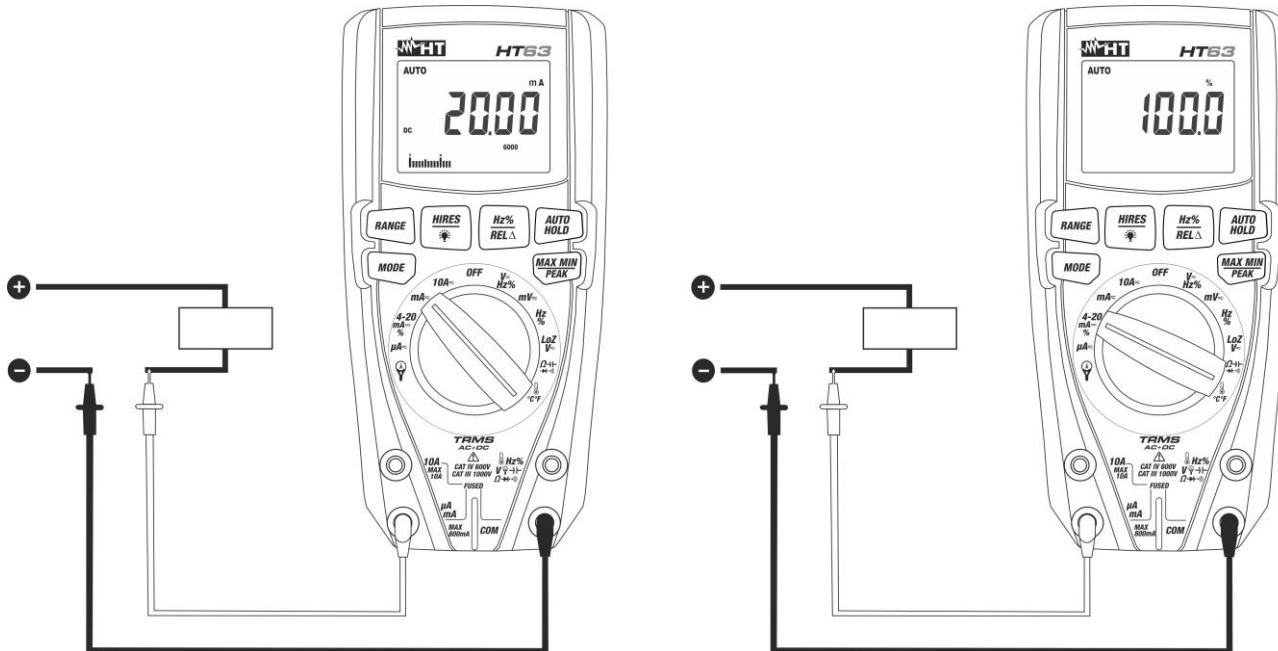

Fig. 10: Uso del instrumento para medida de Corriente CC y lectura 4-20mA%
4. Conecte la punta roja y la punta negra en serie al circuito del que se quiere medir la corriente respetando la polaridad y el sentido de la corriente (vea Fig. 10)
6. El valor de la corriente CC (vea Fig. 10 – parte derecha) se muestra en pantalla
7. El valor de la lectura 4-20mA% (0mA = -25%, 4mA = 0%, 20mA = 100% y 24mA = 125%) (vea Fig. 10 – parte derecha) se muestra en pantalla. La barra grafica no está activa en esta función
9. La visualización del símbolo "**-**" en el visualizador del instrumento indica que la corriente tiene sentido opuesto respecto a la conexión de Fig. 10